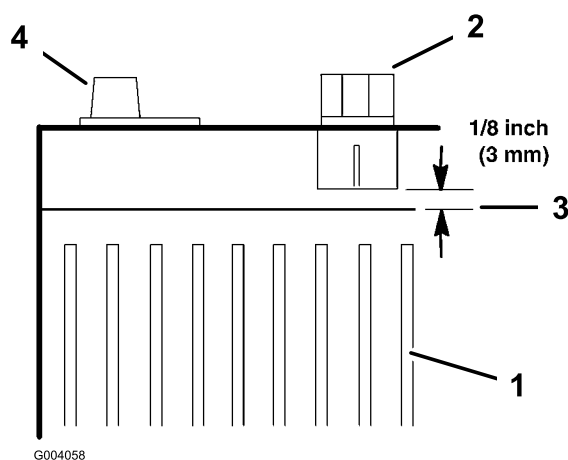

Figura 36
7. Acrescente água destilada de modo a que o nível da solução electrolítica fique a 3 mm do topo de cada cavidade (Figura 36).